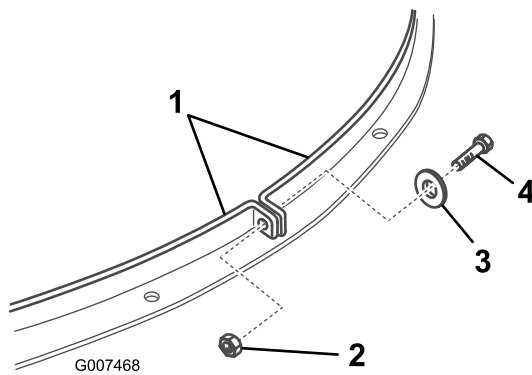

Bild 19
10. Entfernen Sie die Schraube, Scheibe und Mutter, mit denen die beiden Riemenenden zusammengehalten werden (Bild 19).
9. Entfernen Sie die Schraube, Scheibe und Mutter, mit denen die beiden Riemenenden zusammengehalten werden (Bild 19).
14. Verbinden Sie die beiden Riemenenden um die Recyclerabdeckung, siehe (Bild 19).
15. Verbinden Sie die beiden Riemenenden um den Auswurfkanal (Bild 19).
16. Richten Sie die Löcher in den Riemenenden aus und ziehen Sie sie mit der vorher abgenommenen Schraube, der Scheibe und der Mutter fest (Bild 19).